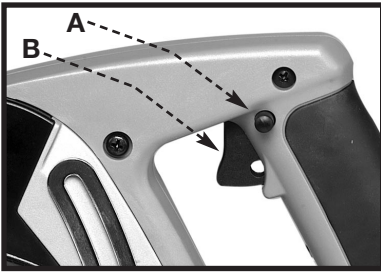

Fig. 3
Oprima el seguro (A) Fig. 3 y luego apriete el interruptor gatillo (B) Fig. 3, para arrancar el motor. Suelte el interruptor gatillo para parar el motor.